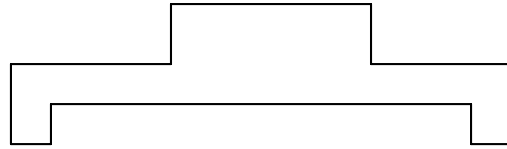

Рис. 19
2. Нарисовать полилинией плоскую фигуру (рис.19).